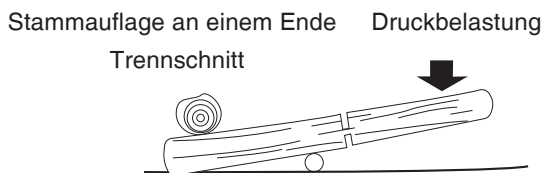

Abb.25 Erster Schnitt-1/3 des Durchmessers
- Wenn der Stamm nur auf einer Seite aufliegt (Abb. 25):